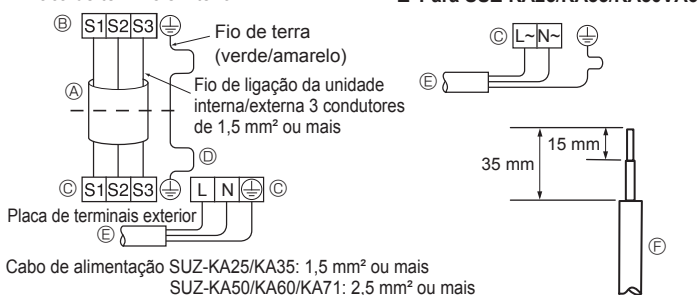
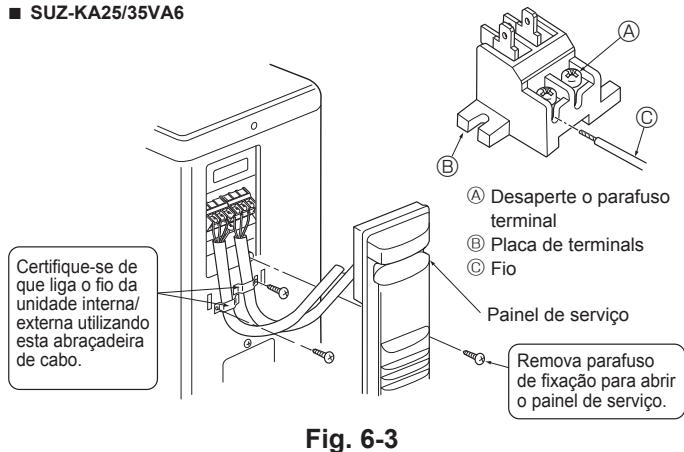
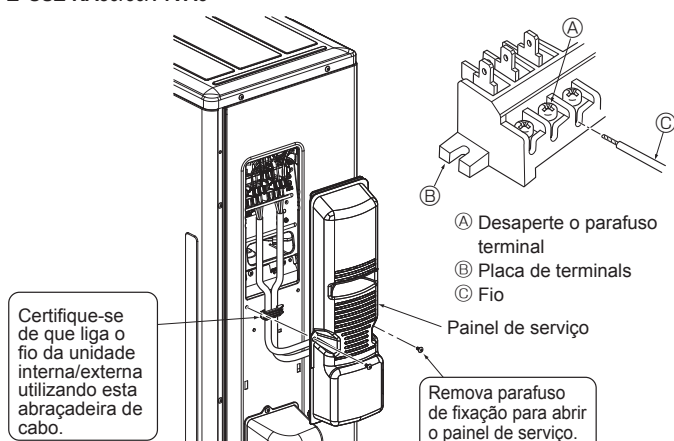

Fig. 6-2
Fig. 6-3
Fig. 6-4
6.1. Unidade exterior (Fig. 6-1, Fig. 6-2, Fig. 6-3, Fig. 6-4)
- ① Retire o painel de serviço.
- ② Ligue os cabos referentes à Fig. 6-1, Fig. 6-2, Fig. 6-3 e Fig. 6-4.
- Faça as ligações tal como demonstrado no diagrama, na parte inferior esquerda. (Obtenha o cabo a nível local) (Fig. 6-2)
- (A) Cabo de ligação
- (B) Placa de terminais interior
- (C) Placa de terminais exterior
- (D) Instale sempre um fio de terra que seja mais comprido do que os outros cabos.
- (E) Cabo de alimentação
- (F) Fio